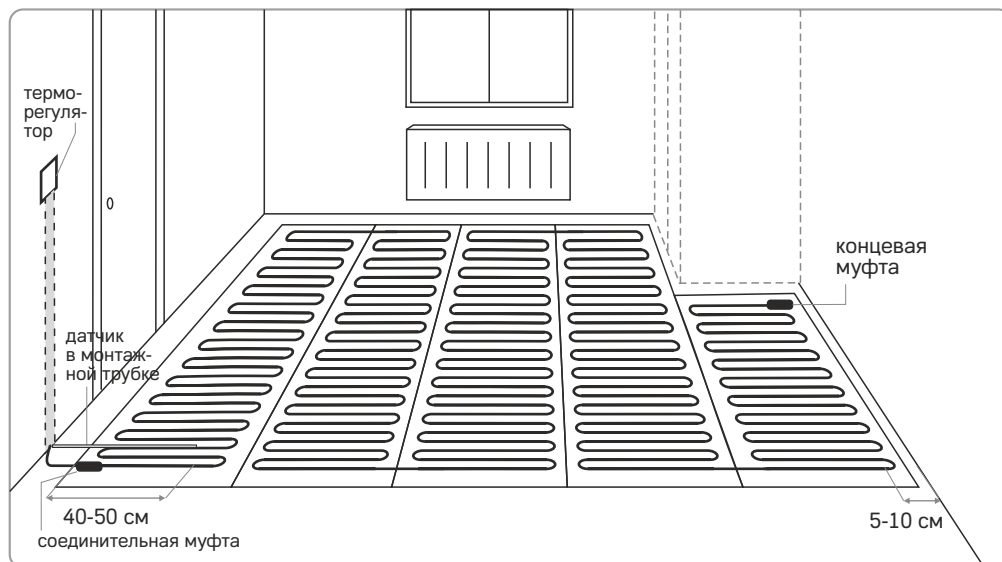

Рисунок 3. Пример укладки нагревательного мата
1. Разложите нагревательный мат, согласно вашему проекту укладки. Расстояние от мата до стен и других ограждающих конструкций должно быть не менее 5–10 см (см. рис. 3). Расстояние от мата до нагревательных приборов и труб отопления должно быть не менее 20 см.